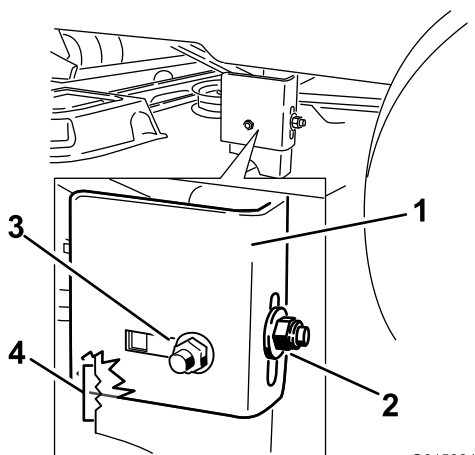
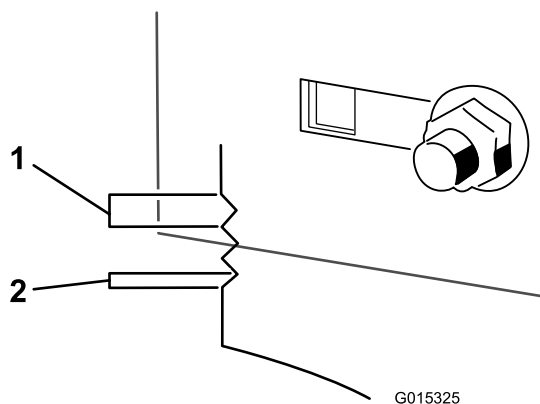

Figure 62
Figure 63
9. Desserrez l'écrou de blocage arrière sur le support (Figure 62).
10. Desserrez l'écrou de blocage latéral sur le support jusqu'à ce qu'il soit possible d'ajuster le support (Figure 62). Utilisez les crans du support soudé pour mesurer le réglage requis. La surface de chaque cran équivaut à 6 mm, tandis qu'un côté équivaut à 3 mm (Figure 63). Réglez le plateau de coupe à la hauteur voulue.
11. Arrêtez le plateau de coupe et vérifiez sa hauteur, puis serrez l'écrou de blocage latéral sur le support pour fixer cette nouvelle position (Figure 62). Serrez l'écrou de blocage arrière sur le support.